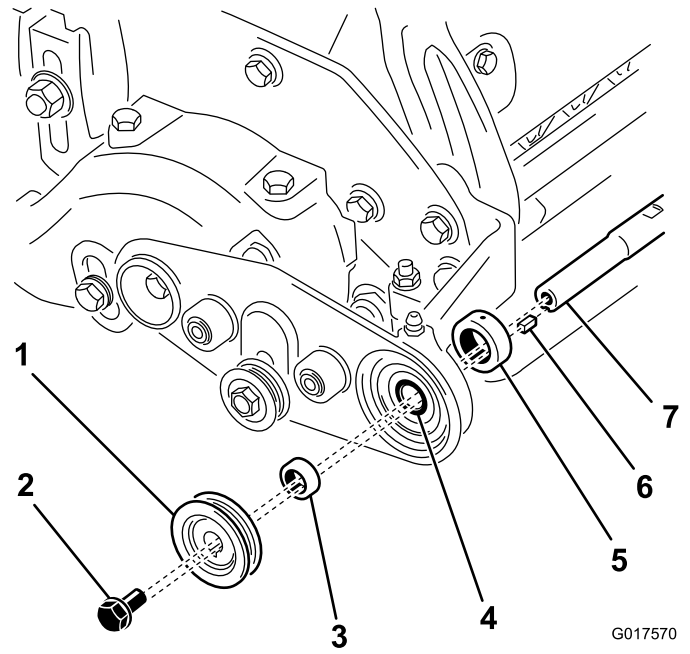

図 14
- A. ロッキングカラーを入れてブラシシャフトの肩部にセットする。ブラシシャフトを左ブラシサポートのベアリングに通す 図 14。
- B. シャフトとスペーサに角キーを取り付ける 図 14。
- C. 受動プーリをシャフトに通し、スレッドロックボルトで固定する 図 14。ボルトを 1516N·m 130140in·lb = 4.85.5kg·m にトルク締めする。